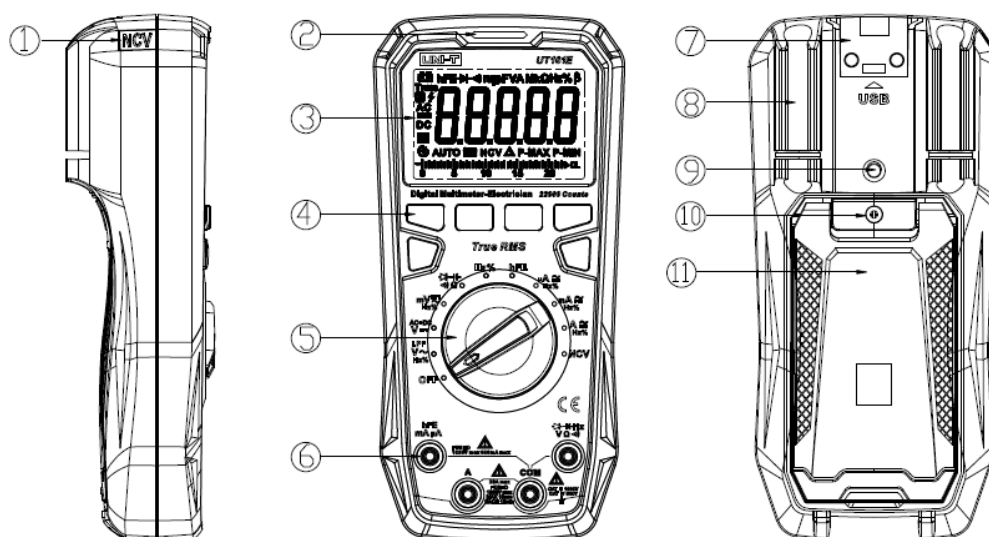

Рисунок 1
V. Внешний вид (см. рисунок 1)